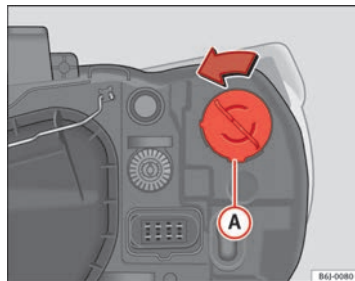

Fig. 156 Luz indicadora de mudança de direção farol simples
- Rode o porta-lâmpadas ⇒ Fig. 156 Ⓐ para a esquerda e puxe.